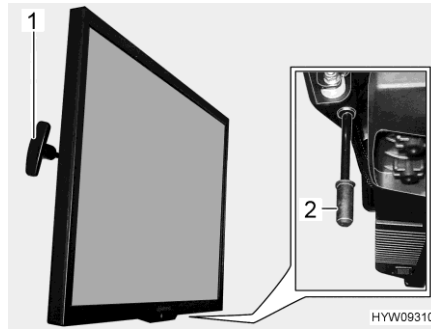

Fig. 69 Schermo piatto
- Tirare la maniglia (Fig. 69,1) e tenerla in posizione. Lo schermo piatto è sbloccato.
- Tirare la maniglia (Fig. 69,2) verso il basso e tenerla in posizione. Lo schermo piatto è sbloccato.